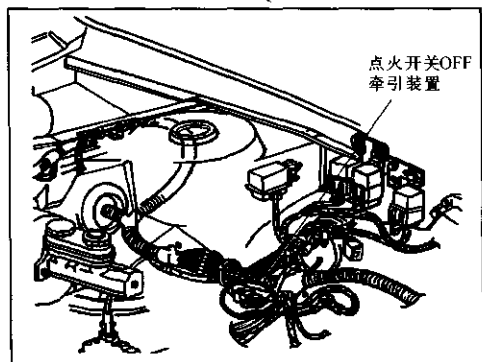
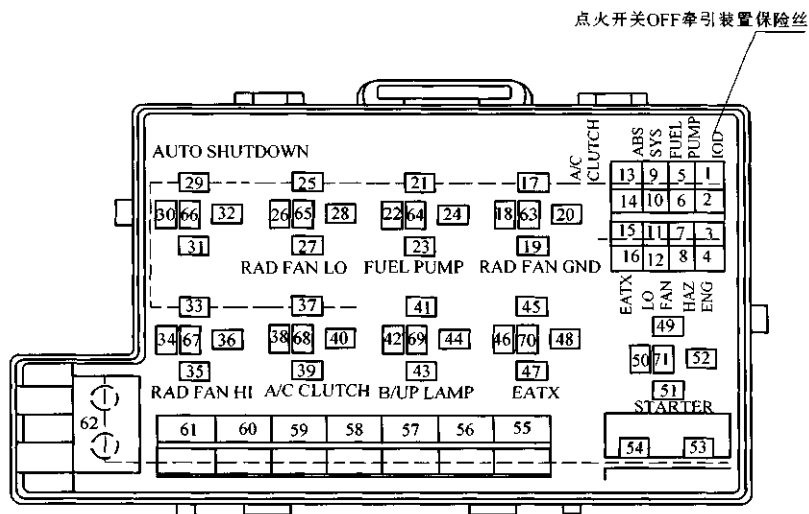

图 7-1-20
图 7-1-21 配电箱 (图注参见图 13-6-6)
②TCM 搭铁引脚 57。
③TCM 的电瓶供电引脚 56。
④接自点火开关 OFF 牵引装置接头的 TCM 继电器正极, 见图 7-1-20 和图 7-1-21。